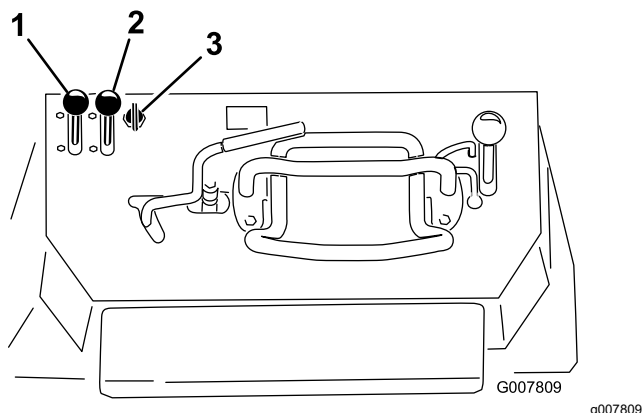

Рисунок 16
1. Установите рычаг дроссельной заслонки посередине между положениями Медленно и Быстро (Рисунок 16).
2. Переведите рычаг воздушной заслонки в положение Вкл. (Рисунок 16).
- На машинах с электрическим стартером поверните ключ в положение Вкл. (Рисунок 16). После запуска двигателя отпустите ключ.
4. Постепенно переместите рычаг воздушной заслонки в положение Выкл. (Рисунок 16). Если двигатель глохнет или работает
5. Установите рычаг дроссельной заслонки в нужное положение (Рисунок 16).
2. Переведите рычаг дроссельной заслонки в положение МЕДЛЕННО (Рисунок 16).